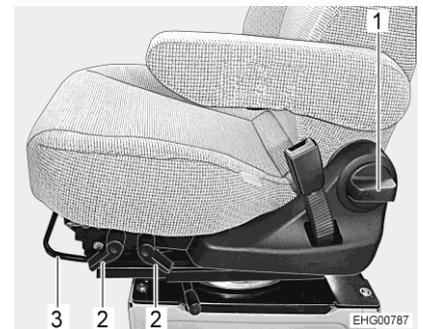

Fig. 21 Ajuste del asiento
- Tirar el estribo (Fig. 21,3) hacia arriba.
- Tirar la palanca delantera o trasera (Fig. 21,2) hacia arriba. Con la palanca delantera, ajustar el ángulo de inclinación delantero. Con la palanca trasera, ajustar el ángulo de inclinación trasero.
- Girar el tirador giratorio (Fig. 21,1). Según la dirección de giro, el respaldo se inclinará hacia delante o atrás.